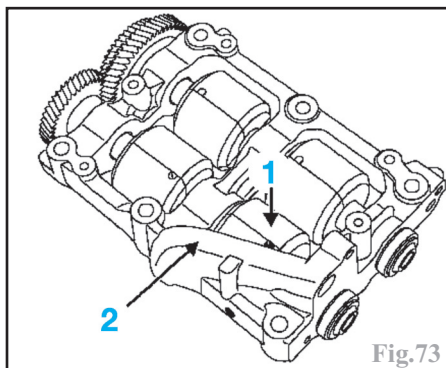

Fig.73
- placer le trou (1) de l'ensemble des arbres d'équilibrage à la verticale (Fig.73).